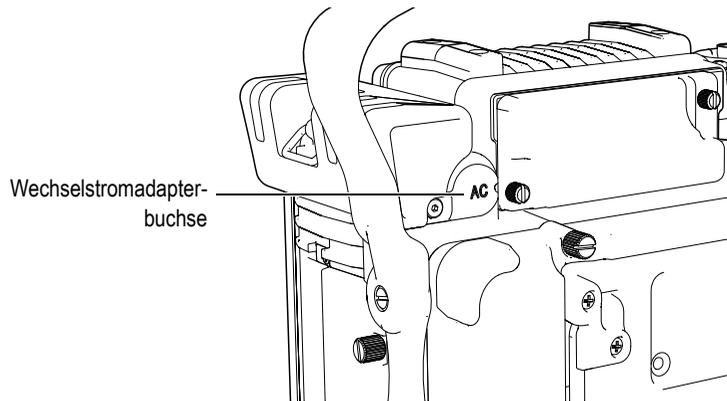

Abbildung 2-3 Die Wechselstromadapterbuchse
Netzstrom wird dem EPOCH™ 1000-Gerät über das Universalnetzteil zugeführt (Bestell-Nr. EP-MCA). Dieses Universalnetzteil kann mit allen Netzspannungen von 100 V bis 120 V oder 200 V bis 240 V Wechselstrom und mit einer Netzfrequenz von 50 Hz bis 60 Hz betrieben werden. Der Stecker des Universalnetzteils passt in die Netzstromadapterbuchse des EPOCH 1000 (siehe Abbildung 2-3 auf Seite 42).
3. Das Geräteanschlusskabel des Ladegeräts in die Wechselstromadapterbuchse am Gerät einstecken (siehe Abbildung 2-3 auf Seite 42).